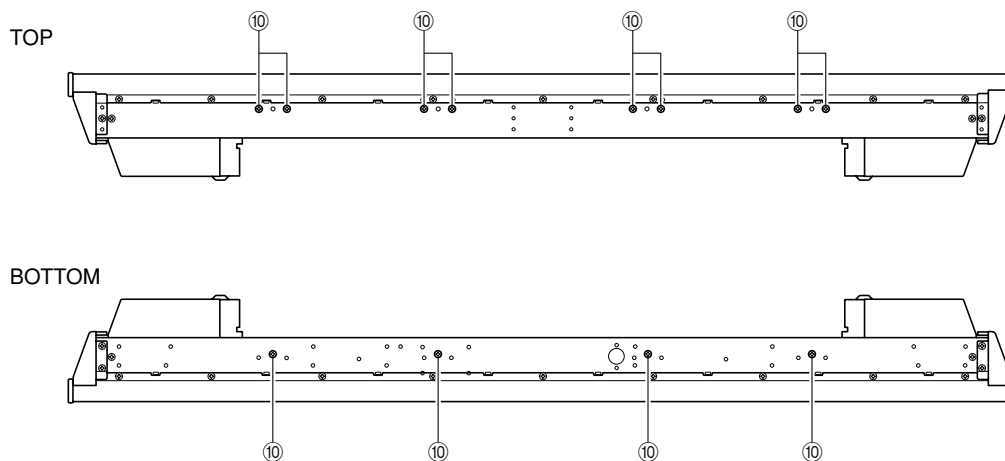

Fig. 9
- Remove 12 screws (⑩). (Fig. 9)
- ⑩のネジ12本を外します。(Fig. 9)